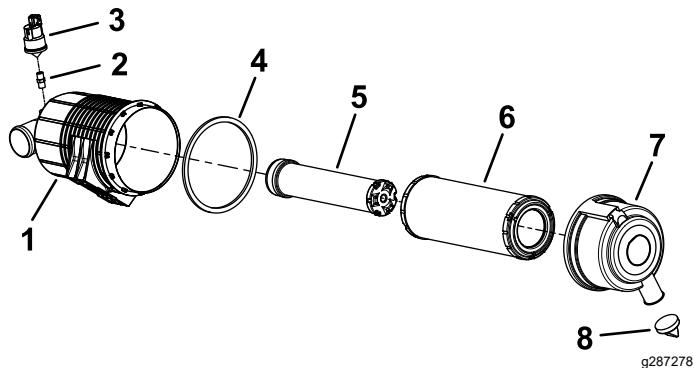

Figura 39
- Revise el filtro del limpiador de aire y el elemento de seguridad si el indicador del limpiador de aire se ve rojo (Figura 39).